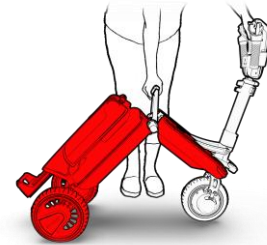

Figure 9
6. Mit dem Haupthandgriff ziehen Sie den Hauptkörper von der Lenkstange weg, damit die Hinterräder von dem Vorderrad weg rollen (siehe Abbildung 9).